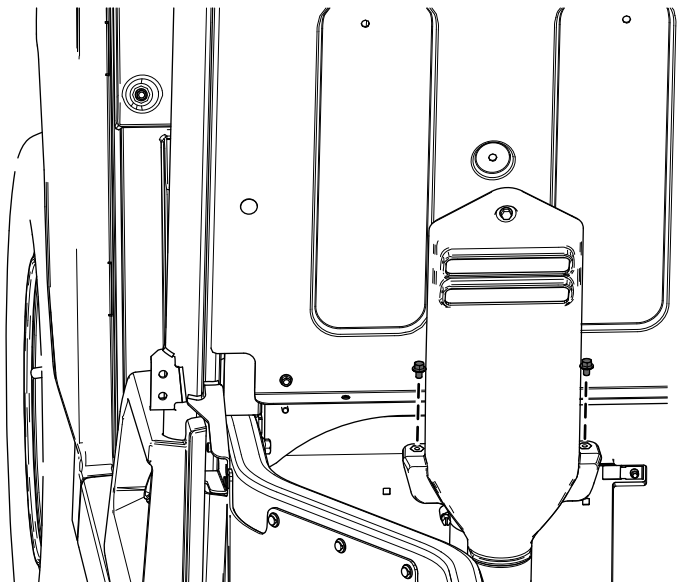

Figura 61
- A. Retire los 2 pernos con arandela prensada ($\frac{1}{4}" \times \frac{3}{8}"$) de la cubierta de admisión de la CVT (Figura 61).